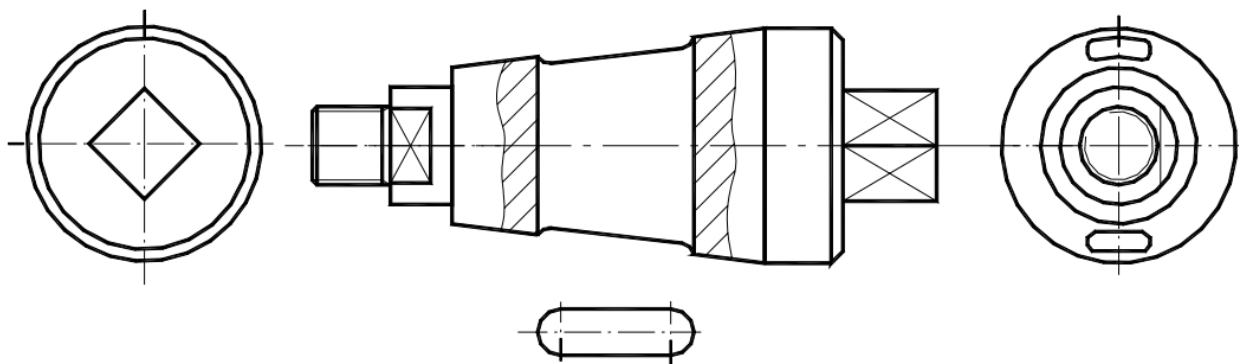

Fig.5. Reprezentarea piesei
- fețele paralelipipedelor, trunchiurilor de piramidă, porțiunilor de cilindru teșite plan având formă de patrulater se reprezintă prin trasarea cu linie continuă subțire a celor două diagonale (fig. 5).